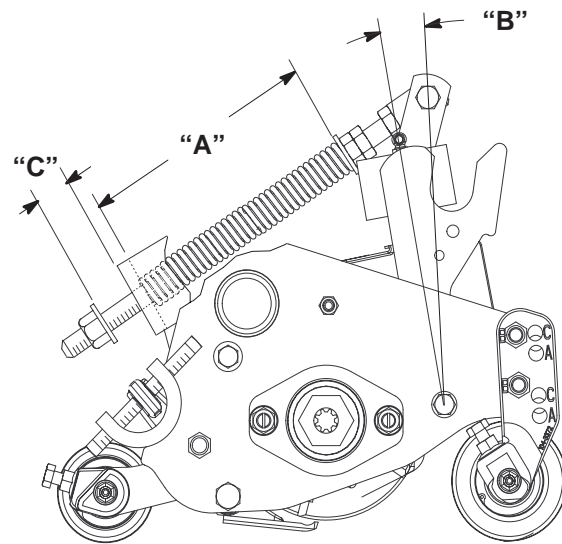

Figure 13
Le ressort de compensation (Fig. 13), qui réunit le bâti porteur et le plateau de coupe, commande le degré de rotation avant-arrière possible.
1. Serrez le contre-écrou à l'arrière de la tige de ressort jusqu'à obtenir un écartement (C) de 32 mm entre l'arrière du support du ressort et l'avant de la rondelle (Fig. 13).
2. Serrez les écrous hex. sur l'extrémité avant de la tige de ressort jusqu'à ce que la longueur du ressort comprimé (A) soit égale à 328 mm (Fig. 13).